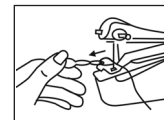

Afbeelding 11
- 3 ] Leid de draad over de draadspanningsregelaar, tussen twee zilverkleurige schijven. (Zie afbeelding 11)